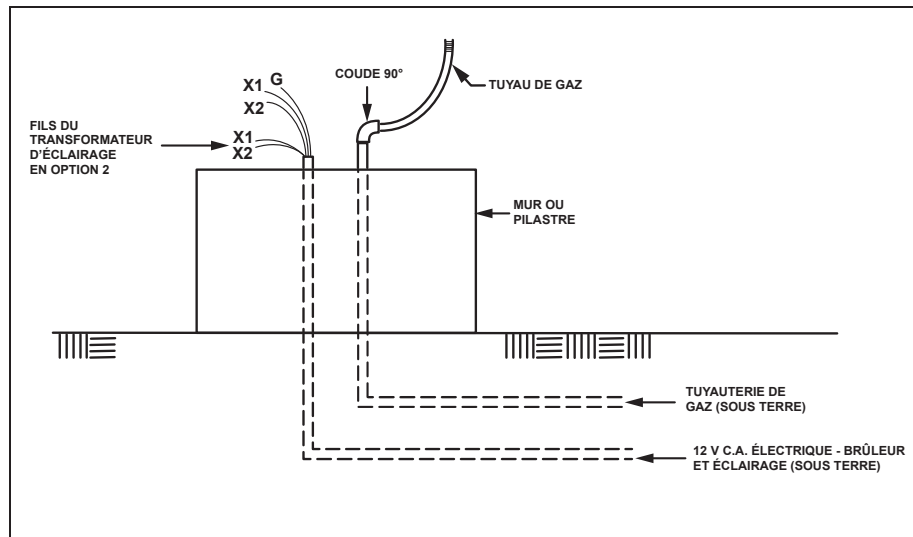

Figure 8. Installation du coude à 90° et du tuyau de gaz
- A chaque chandelier, installer un coude de tuyau de gaz à 90° sur la conduite de gaz. Installer ensuite le tuyau de gaz fourni sur le coude de la conduite à 90°, comme illustré à la Figure 8. Ne pas plier ni faire de coude serré sur le tuyau de gaz et s'assurer le raccordement au gaz est étanche et qu'il n'y a pas de fuite. Placer le tuyau à l'écart des passages où des personnes pourraient trébucher dessus ou à un endroit où le tuyau pourrait être endommagé accidentellement.